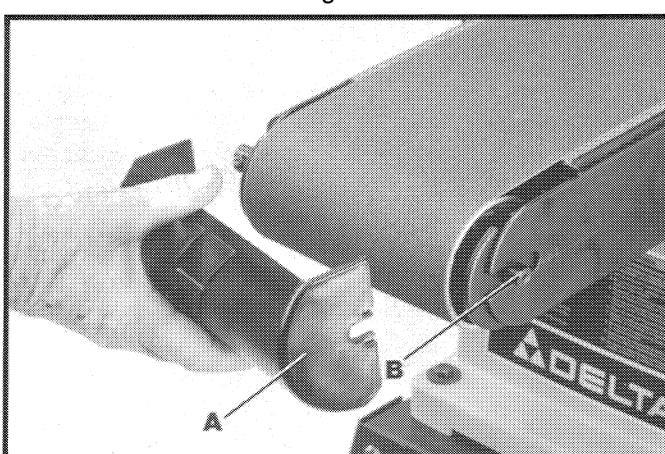

Fig. 39
El protector superior del tambor de lijado (A) Fig. 39 se puede quitar fácilmente, de ser necesario, durante el lijado de materiales con curvas interiores en el tambor de transmisión o durante el cambio de correas.
1. Sencillamente tire del protector (A) hacia afuera.
2. Luego de haber completado la operación de lijado, o de haber cambiado la correa, reponga el protector (A) Fig. 39 sobre los dos gorrones (B), de los cuales se enseña uno.